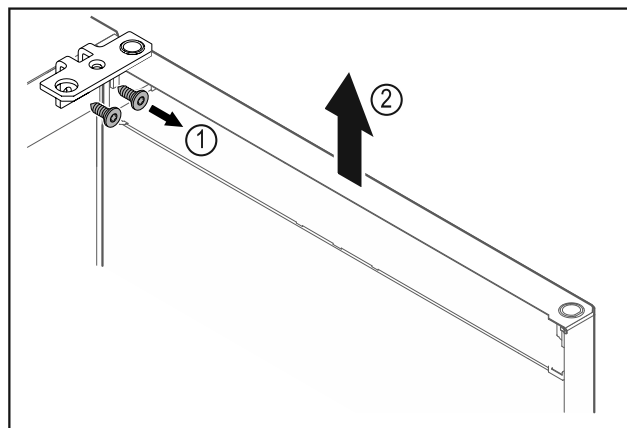

Fig. 13
- Atsukite šarnyrinį kamputį Fig. 13 (1).
- Duris, įsk. šarnyrinį kamputį Fig. 13 (2), pakelkite maždaug 200 mm tiesiai į viršų ir nuimkite.